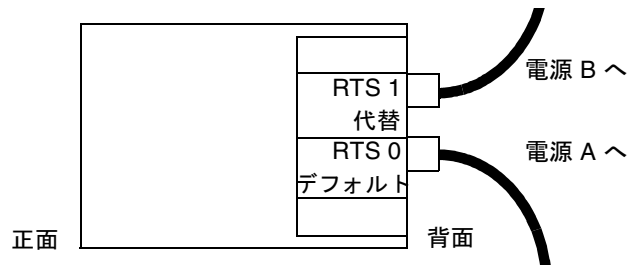

図 3-10 1つの RTU アセンブリおよび2つの独立した AC 電源での構成
- 1つの RTU アセンブリおよび2つの独立した AC 電源を使用する構成では、システムの背面に2本のケーブルを接続します(図 3-10)。